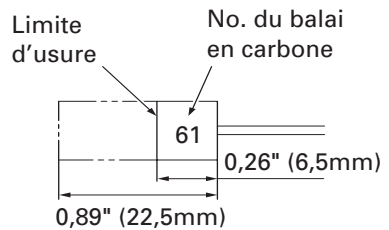

Fig. 6
4. Inspection des balais en carbone (Fig. 6)
**REMARQUE :** Utiliser le balai en carbone HITACHI No. 61 indiqué sur la Fig. 6.